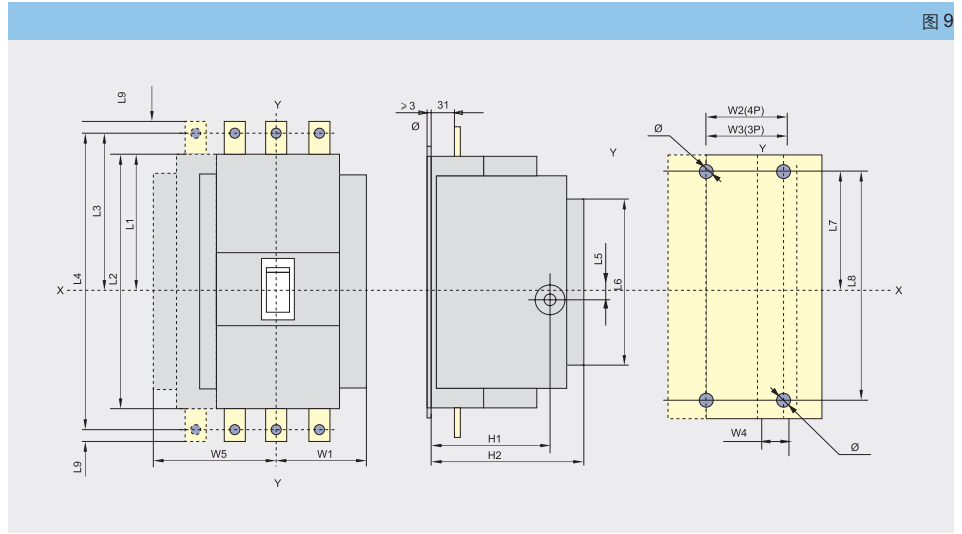

图 9
7.9 AM3-630~1000 抽出式、板前接线的外形及安装尺寸(见图 9、表 18)。